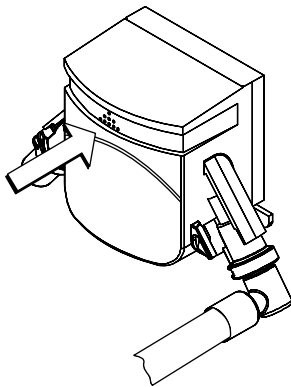

Abbildung 67
12. Den in einem Scharnier gelagerten Pumpendeckel aufklappen. (Siehe Pfeil auf Abbildung 67.)